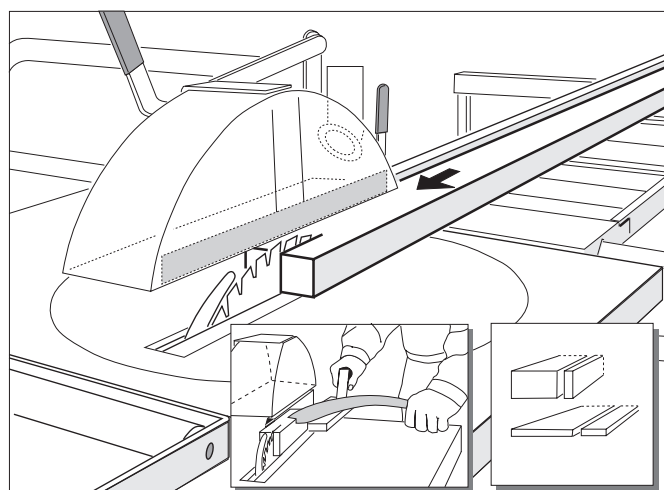

Fig. 9
- Før arbeidsstykket fremover langs anholdet. Bruk påskyver når det gjenstår å klyve **120 mm** og når avstanden mellom sagblad og anhold er mindre enn **120 mm**. Se *fig. 9*.